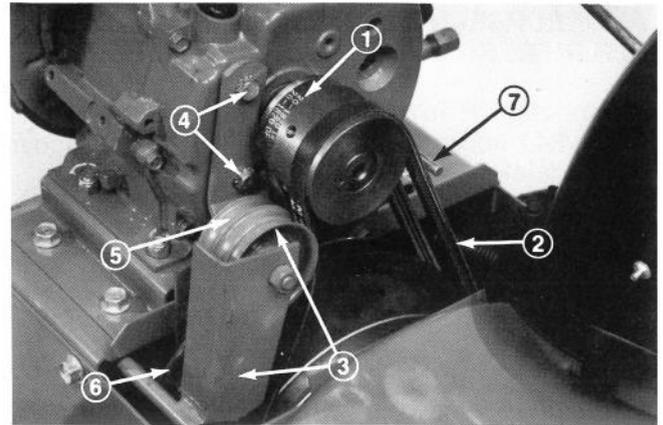

Abb. 34
Wenn der Fahrtriebsriemen (Abb. 34) abgenutzt, verzogen, verölt oder anderweitig defekt ist, muss er erneuert werden.
3. Den Räumwerk-Kupplungshebel auf AUS und den Gangschalthebel auf N (Leerlauf) stellen. Dann den Räumwerk-antriebsriemen von der Motorriemenscheibe und von der grossen Räumwerk-/Gebläse-Riemenscheibe abnehmen (Abb. 34).
4. Die beiden Sechskantschrauben (Abb. 34) lösen, mit denen der Spannrollenhebel vorne am Motor befestigt ist. Dann den Fahrtriebsriemen von der Motorriemenscheibe und Fahrtriebsscheibe (Abb. 34) abnehmen.
5. Den neuen Keilriemen auf die grosse Fahrtriebsriemenscheibe (Abb. 34) legen und dann so über die Motorriemenscheibe ziehen, dass er innerhalb der Spannrolle und Riemenführung liegt (Abb. 34).
6. Den neuen Keilriemen auf die grosse Räumwerk-/Gebläse-Riemenscheibe (Abb. 34) legen und dann so über die Motorriemenscheibe ziehen, dass er innerhalb der Spannrolle und Riemenführung liegt (Abb. 34).
Wenn der Räumwerk/Gebläse-Antriebsriemen (Abb. 34) abgenutzt, verzogen, verölt oder anderweitig defekt ist, muss er erneuert werden.
3. Den Räumwerk-Kupplungshebel auf AUS und den Gangschalthebel auf N (Leerlauf) stellen. Dann den Räumwerkantriebsriemen von der Motorriemenscheibe und von der grossen Räumwerk/Gebläse-Riemenscheibe abnehmen (Abb. 34).
4. Den neuen Keilriemen auf die grosse Räumwerk/Gebläse-Riemenscheibe (Abb. 34) legen und dann so über die Motorriemenscheibe ziehen, dass er innerhalb der Spannrolle und Riemenführung liegt (Abb. 34).